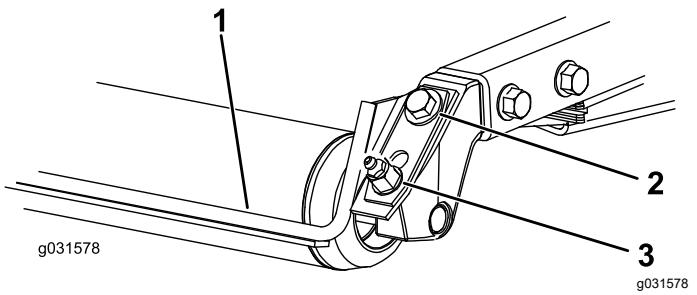

図 20
- グリスフィッティングと取り付けねじをゆるめる 図 20。